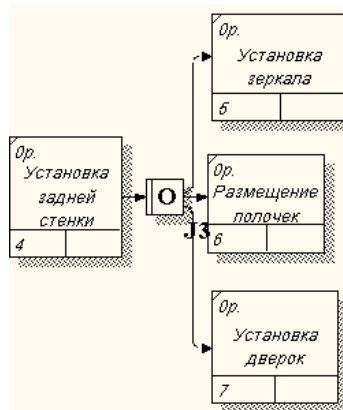

Рис. 6.16. Результат создания перекрестка
- С помощью кнопки на палитре инструментов внесите один перекресток типа *асинхронного* «ИЛИ» (один или несколько следующих процессов должны быть запущены) и свяжите работы с перекрестком, как показано на рис. 6.16. (это случай разветвления стрелок **Fan-in Junction**).